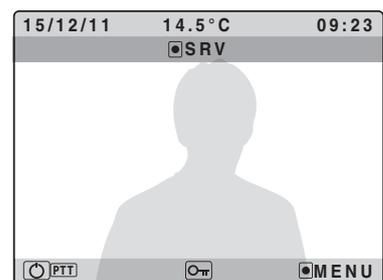

Fig.2c
- Attivare il servizio secondario tenendo premuto il pulsante  fino alla segnalazione di attivazione Fig.2c;
- To enable the secondary service keep pressed the  button until the activation signals (call tone plus message) are received Fig.2c;